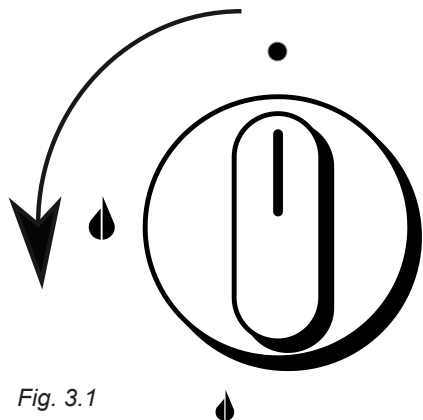

Fig. 3.1
L'afflusso del gas ai bruciatori é regolato da un rubinetto comandato da una manopola (Fig. 3.1).
1. Premere a fondo la manopola del rubinetto gas relativo al bruciatore da accendere e, tenendola sempre premuta, ruotarla in senso antiorario di 90° (Fig. 3.1).